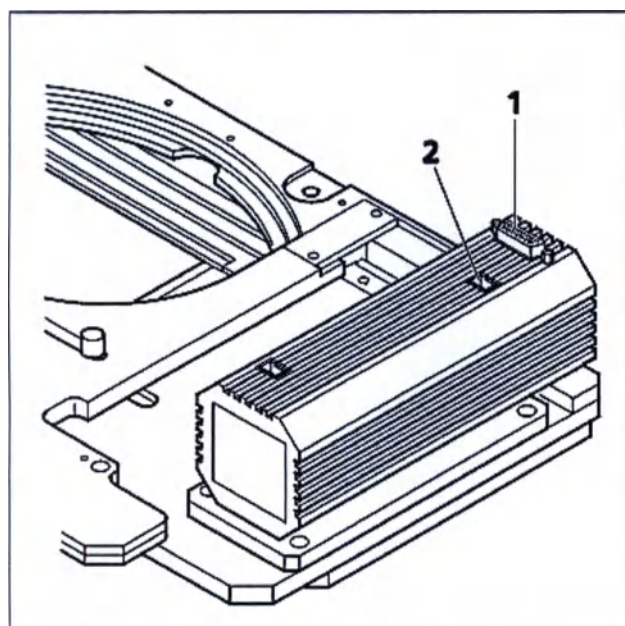

Рис. 25 Сканирующий столик 130x85 моторизованный P, CAN, подключение снизу
- После установки столика на штатив подключите кабель к приводу по осям XY (рис. 25/1) и к разъему на штативе (рис. 25/2).